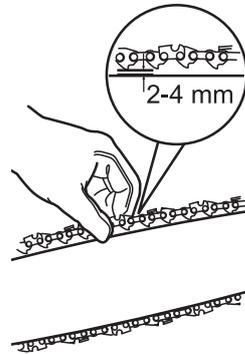

Fig. 10
4. Testez la tension de la chaîne [3] en soulevant la chaîne d'une main sans tenir l'appareil avec l'autre main. La chaîne est suffisamment tendue quand elle peut être décollée de 2-4 mm au niveau du milieu du guide-chaîne [4] (Fig. 10).